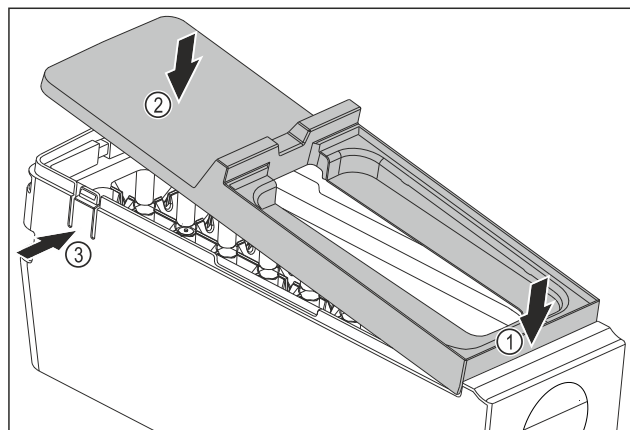

Fig. 80
- Montáž krytu korpusu EasyTwist-Ice: Nasadte kryt na přední stranu. Fig. 80 (1)
- Spusťte kryt vzadu dolů. Fig. 80 (2)
- Kryt slyšitelně zaklapne v obou lamelách Fig. 80 (3).